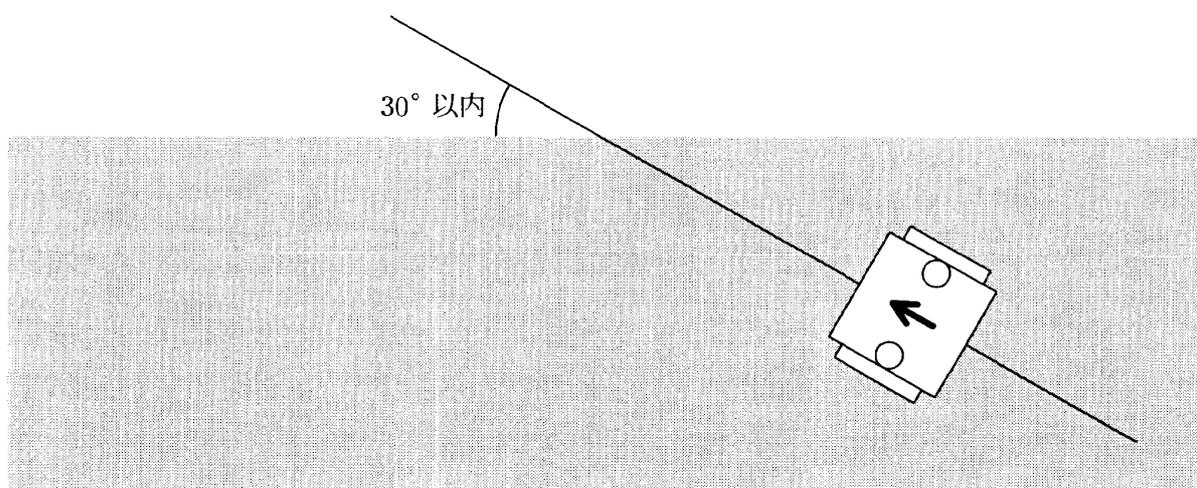
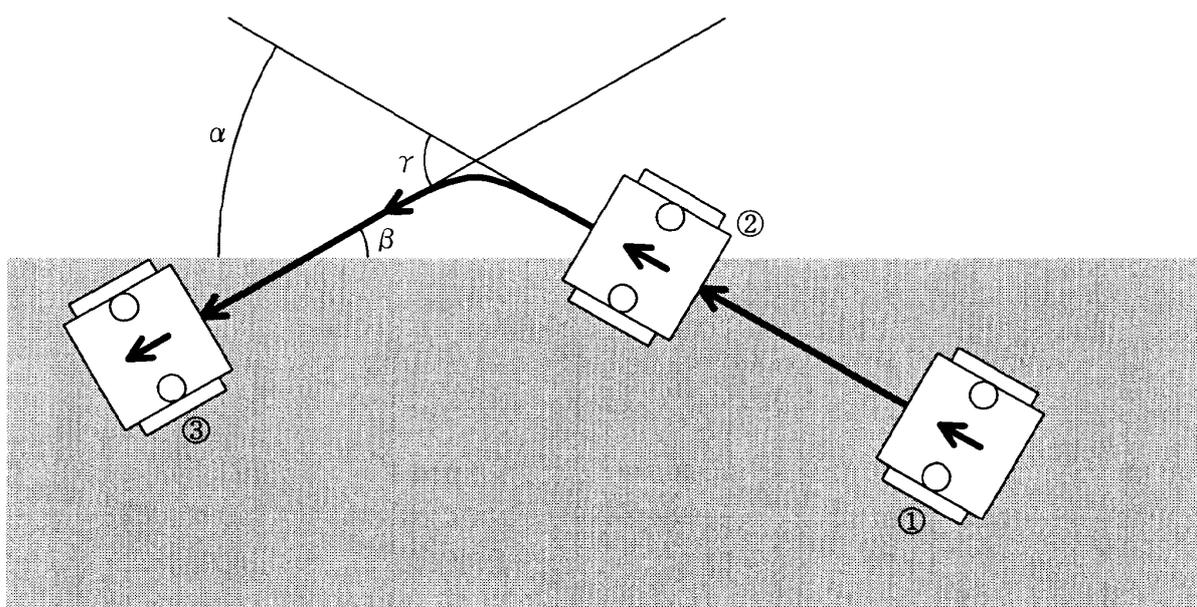
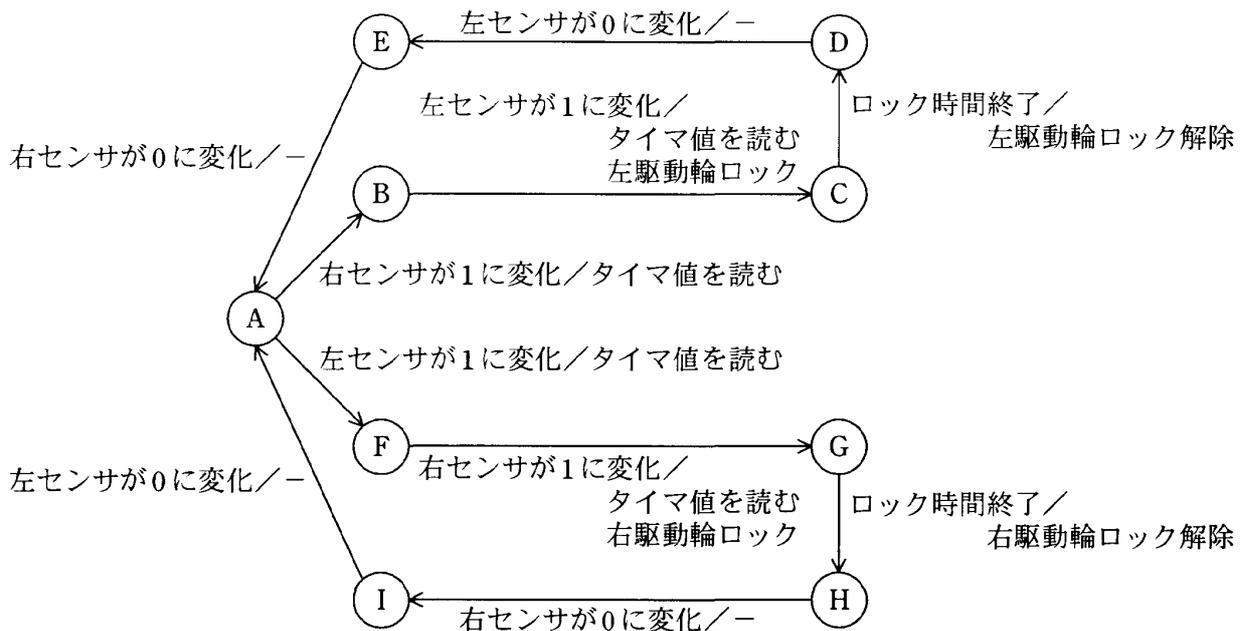
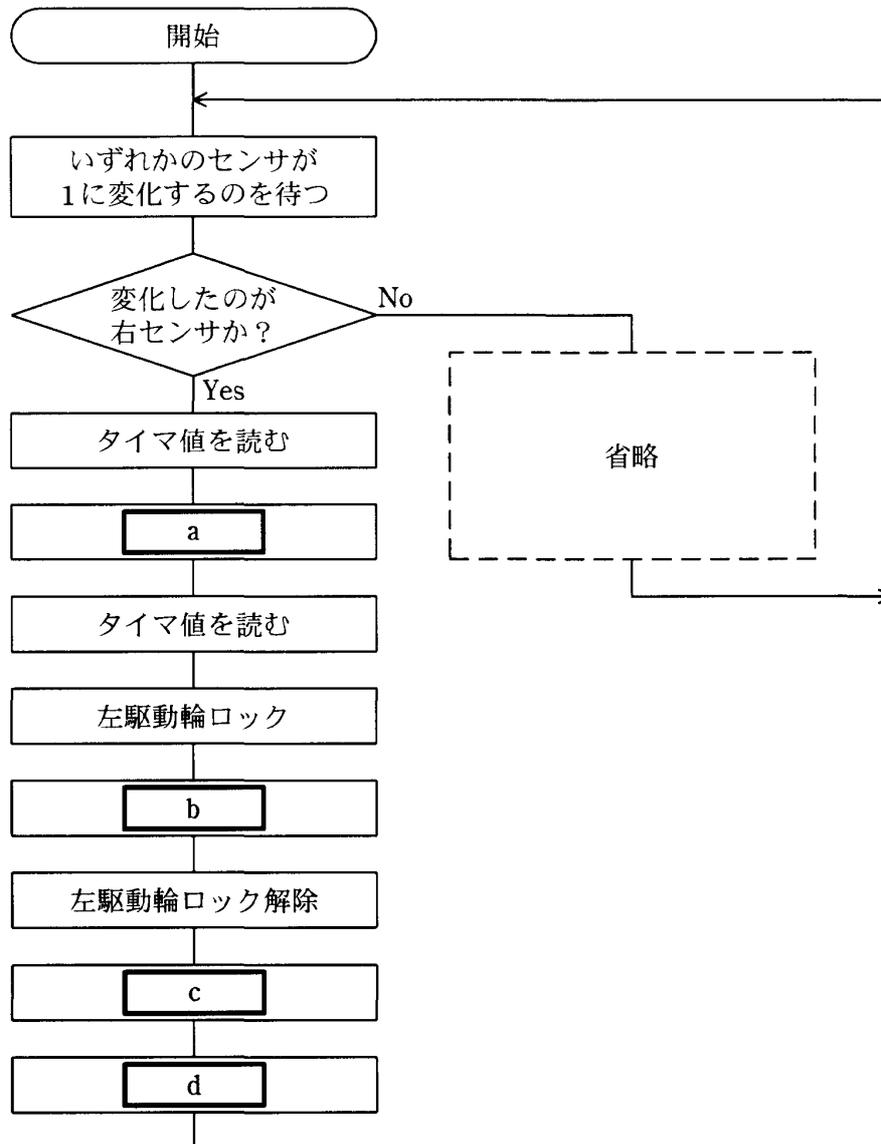

図2 ロボットの初期状態
図3 ロボットの走行する様子
図4 ロボット制御の状態遷移図
図5 状態遷移図を実現するプログラムの流れ図
ロボットの初期状態を図2に，ロボットの走行する様子を図3に示す。ロボットは，黒いラインの中央に，ラインに対して $30^\circ$ 以内の傾きで置かれた状態から走行を開始する。この状態では，左右のセンサとも0を出力している。
ロボット制御の状態遷移図を図4に示す。この状態遷移図において、“/”の左側は状態遷移を引き起こすイベント、右側はそのときに実行するアクションを示す。“-”は、実行するアクションがないことを示す。“ロック時間終了”とは、方向転換すべき角度を基に求めた駆動輪のロック時間が経過したことを示すイベントである。また、初期状態は状態Aである。
- (1) ロボットが図3中の②のとき、図4中のどの状態にあるか答えよ。
- (2) 図4の状態遷移図では、両方のセンサの出力が同時に1に変化する場合を考えていない。このような状況を考えていないのは、ロボットの動きに関するどのような想定によるものか。40字以内で述べよ。
- (3) 図4の状態遷移図を実現するプログラムの流れ図を図5に示す。図5中の a ~ d に入れる適切な字句をそれぞれ20字以内で答えよ。